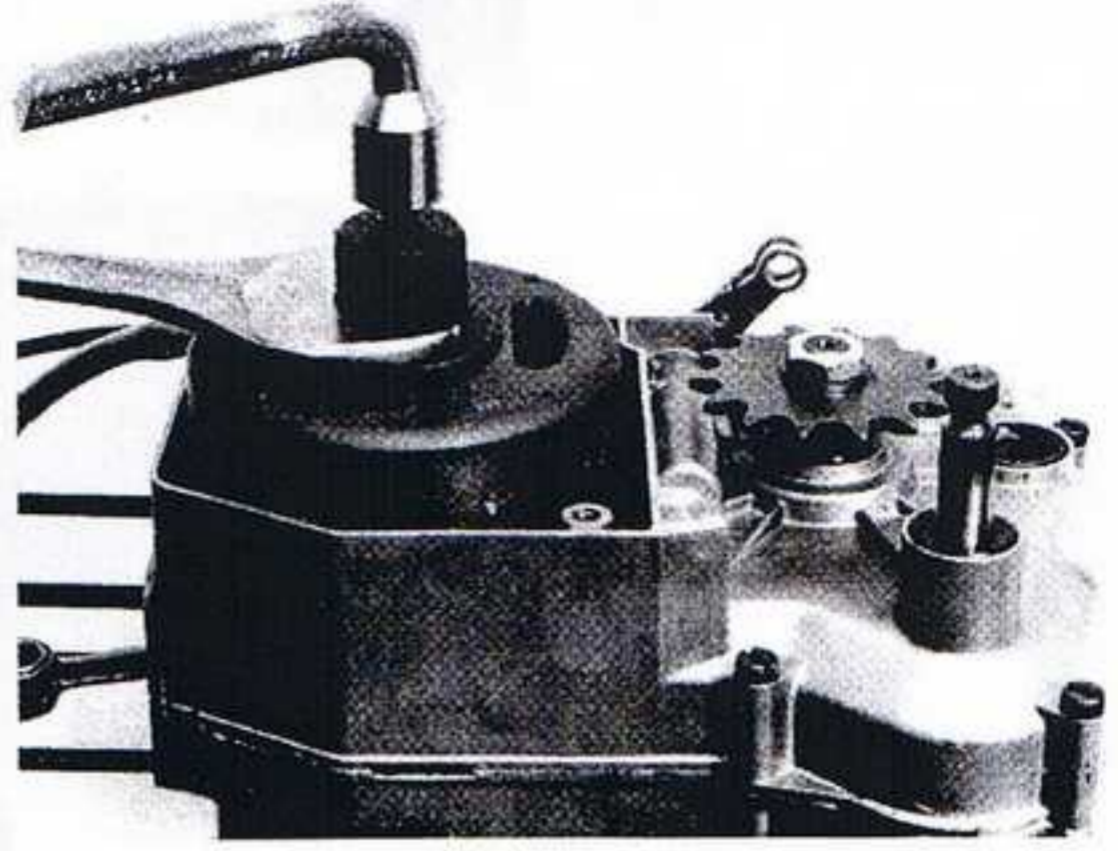

fig.17
- Enlever le rotor à l'aide de l'extracteur n° 1385 (fig.17).